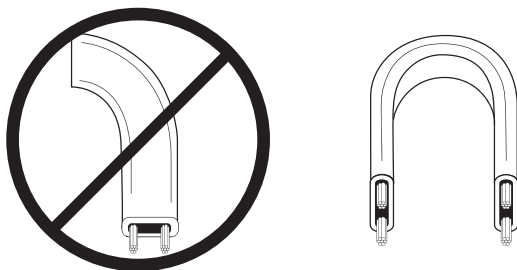

Рис. 2. Изгиб кабеля вдоль и перпендикулярно плоскости его жил.
4.1.4. При монтаже и эксплуатации нагревательная секция не должна подвергаться механическим нагрузкам, и скручиванию в продольной плоскости. Не допускается изгибать нагревательную секцию с радиусом изгиба меньше, чем указан в п. 3 настоящего Руководства. Нагревательная секция должна изгибаться исключительно перпендикулярно плоскости жил (рис. 2).